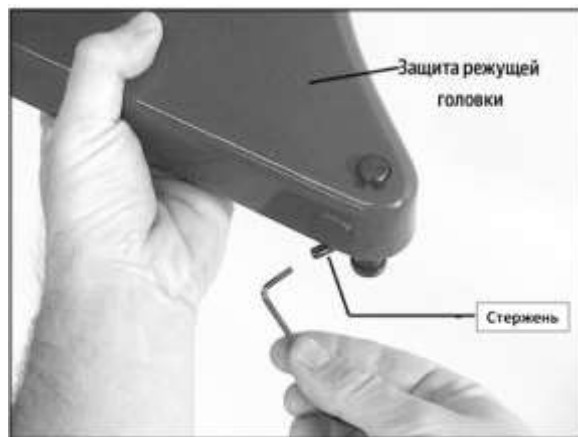

Рис. 10-1
1. Вставьте небольшой шестигранный ключ или аналогичный предмет в штифт механизма натяжения защитного кожуха (рис. 10-1).